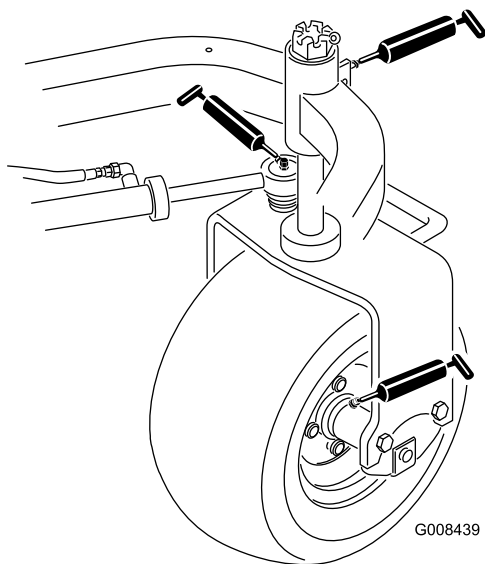

图 29
- 后轮轮毂 1 个 图 29
- 脚轮轴承 1 个 图 29
- 转向油缸 2 个 图 29